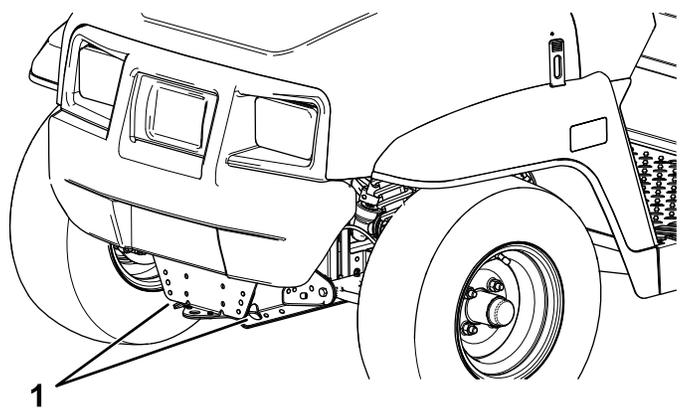
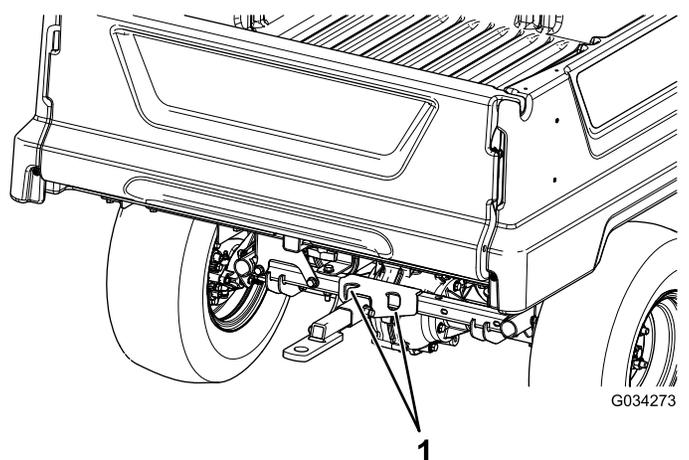

図 21
図 22
ロープがけポイントについては図 21 と 図 22 を参照してください。
2. 機体前部にある牽引トングにロープなどの牽引索を取り付ける 図 21。